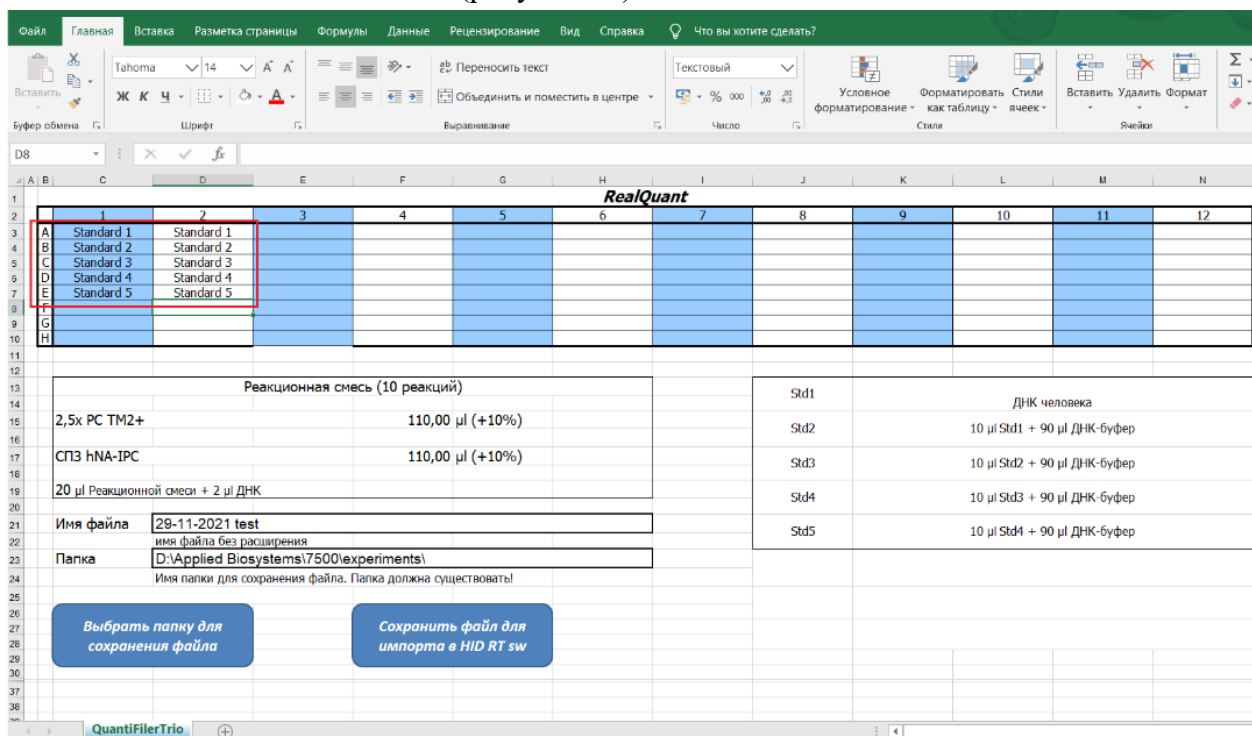

Рисунок 39
2. Указать калибровочные образцы **St** в ячейках согласно их положению в лунках подготовленной плашки (рисунок 39).